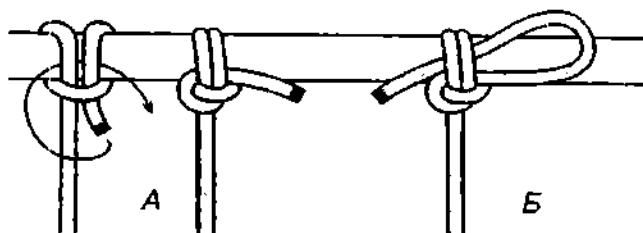

Рис. 596. А – аккуратный узел; Б – быстроразвязывающийся аккуратный узел.
**Аккуратный узел** – это **коровий узел** с подоткнутым под оба шлага ходовым концом (рис. 596 А). За счёт того, что ходовой конец прижимается к опоре, узел хорошо выдерживает переменную нагрузку и ослабление троса. Если под шлаги просунуть ходовой конец сложенный петелькой, то такой узел можно будет быстро раздать в нужный момент (рис. 596 Б).